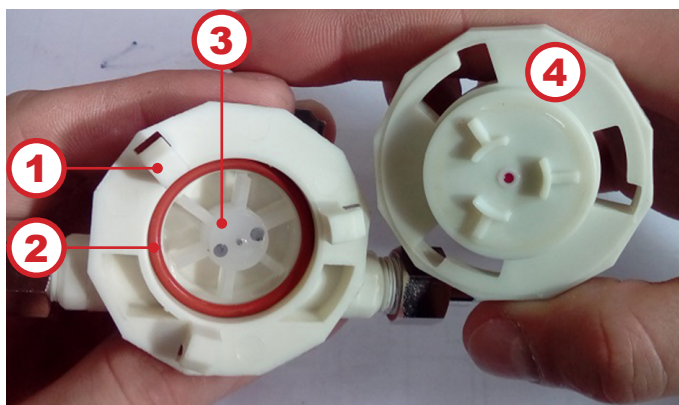

Рисунок 12
7. Почистите внутренние части расходомера (см.рис.12)